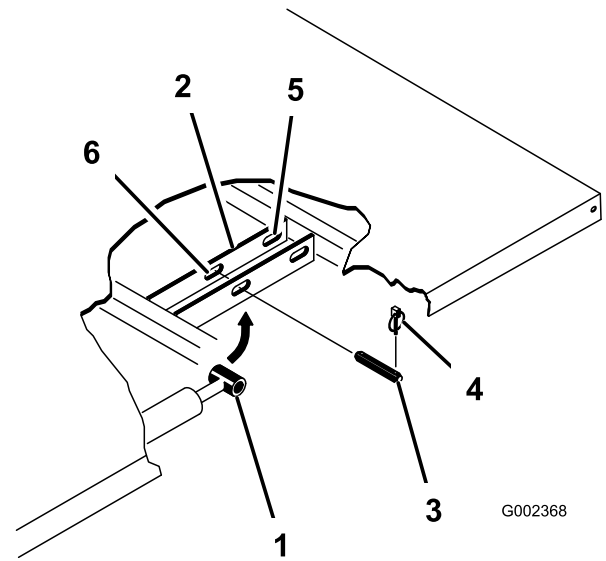

Figura 11
2. Retire las chavetas de los extremos exteriores de los pasadores de los pistones de los cilindros (Figura 11).